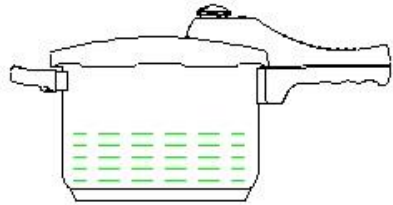

fig. 2.
- **1/2 de la capacité - aliments mousseux ou gonflants, tels que le riz, les légumineuses, les soupes, les légumes secs (fig. 2).**